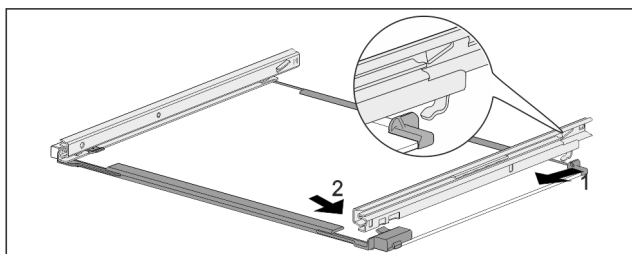

Fig. 173 Glashylla med skenor
- ▶ Haka fast skena baktill. Fig. 173 (1)
- ▶ Haka fast skena framtil. Fig. 173 (2)